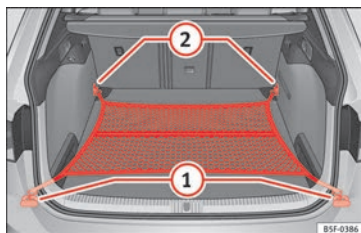

Fig. 177 Nel bagagliaio: tasca a rete a livello del piano (modello LEON ST).
- Se necessario, sollevare gli occhielli di ancoraggio anteriori » **fig. 177** ②.
- Fissare i ganci della rete agli occhielli di ancoraggio ② » **⚠**. La cerniera della tasca dev'essere rivolta verso l'alto.
- Fissare i ganci della rete agli occhielli di ancoraggio ①.